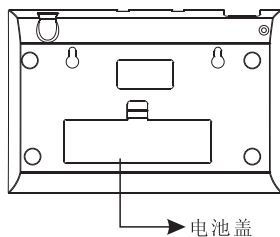

图6
1、人体相对于感应器镜片横向运动时感应灵敏度最高,而纵向运动灵敏度较差,所以安装时应注意感应器和水平面的夹角和高度,这对防护感应有很大的影响。安装高度约2米与墙面夹角角度约为0~10度左右(如图6)。